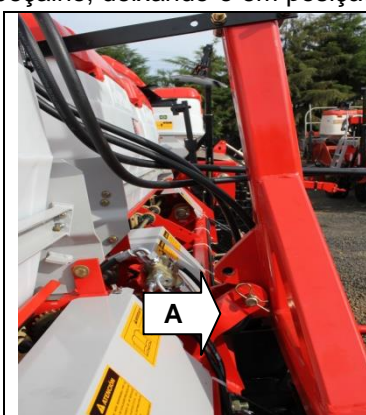

Figura 01
- 1) Solte o pino de engate “A” (Figura 01) que fixa o cabeçalho no ponto superior do chassi;